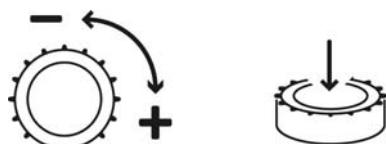

Fig. 11: Actionnement du bouton de commande
n=f(AI) (mode de régulateur – voir Fig. 11)
- L'écran LCD indique les états de fonctionnement des pompes, du régulateur et du convertisseur de fréquence. Le bouton de commande permet de sélectionner les menus et de saisir les paramètres. Pour modifier des valeurs ou pour faire défiler un niveau de menu, il faut tourner le bouton, et pour sélectionner et confirmer, le pousser (Fig. 11).